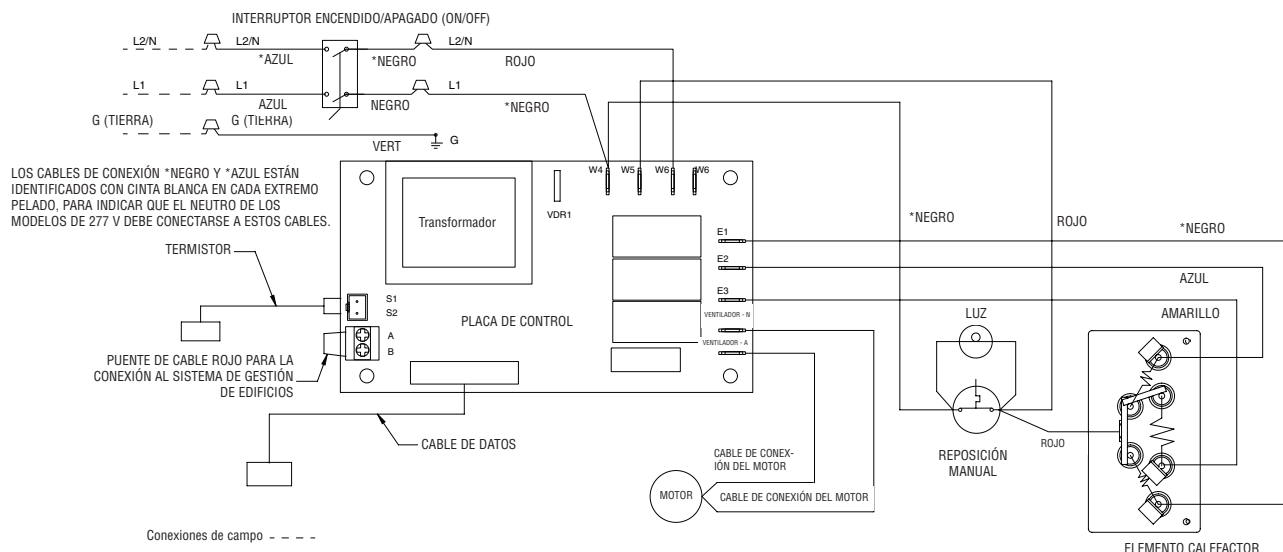

Figura 3 - Diagrama de conexiónado
7. Inserte el cable de alimentación eléctrica a través de la abrazadera, dejando al menos 152 mm (6") de cables de conexión para su extensión dentro de la caja posterior. Conecte los cables de conexión azules del interruptor Encendido/Apagado (ON/OFF) a los cables de alimentación, mediante conectores para cable (vea la Figura 3, 'Diagrama de conexión').
5. Inserte el cable de alimentación eléctrica a través de la abrazadera, dejando al menos 152 mm (6") de cables de conexión para su extensión dentro de la caja posterior. Conecte los cables de conexión azules del interruptor Encendido/Apagado (ON/OFF) a los cables de alimentación, mediante conectores para cable (vea la Figura 3, 'Diagrama de conexiónado').
Consulte la Figura 3, 'Diagrama de conexionado'.
A fin de utilizar las capacidades de esta unidad para su uso con un sistema de gestión de edificios (BMS), quite el puente de cable rojo que conecta los terminales A y B de la bornera de control (vea la Figura 3, Diagrama de conexionado). Conecte dos cables de un contacto seco (sin tensión) del sistema BMS a los terminales A y B.